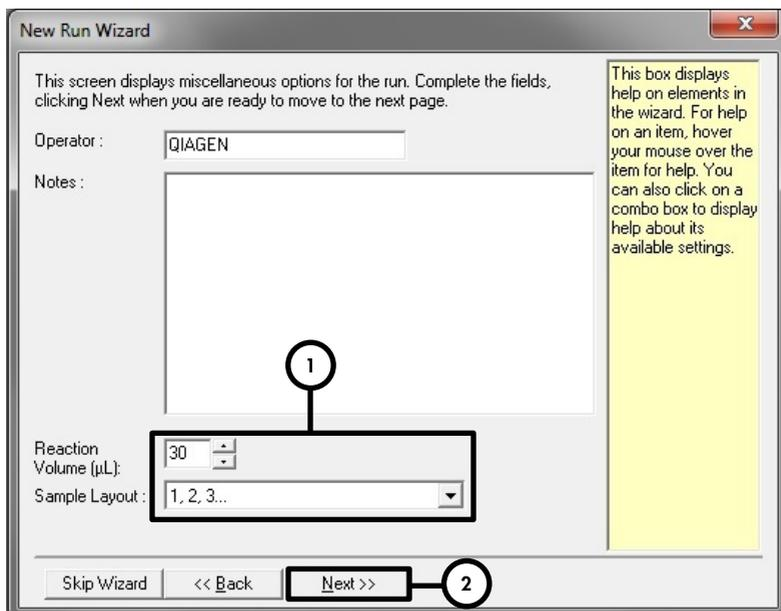

Figure 3. Définition des paramètres généraux de dosage.
8. Sélectionner **30** comme volume de réaction de la PCR et cliquer sur **Next** (Suivant) (figure 3).